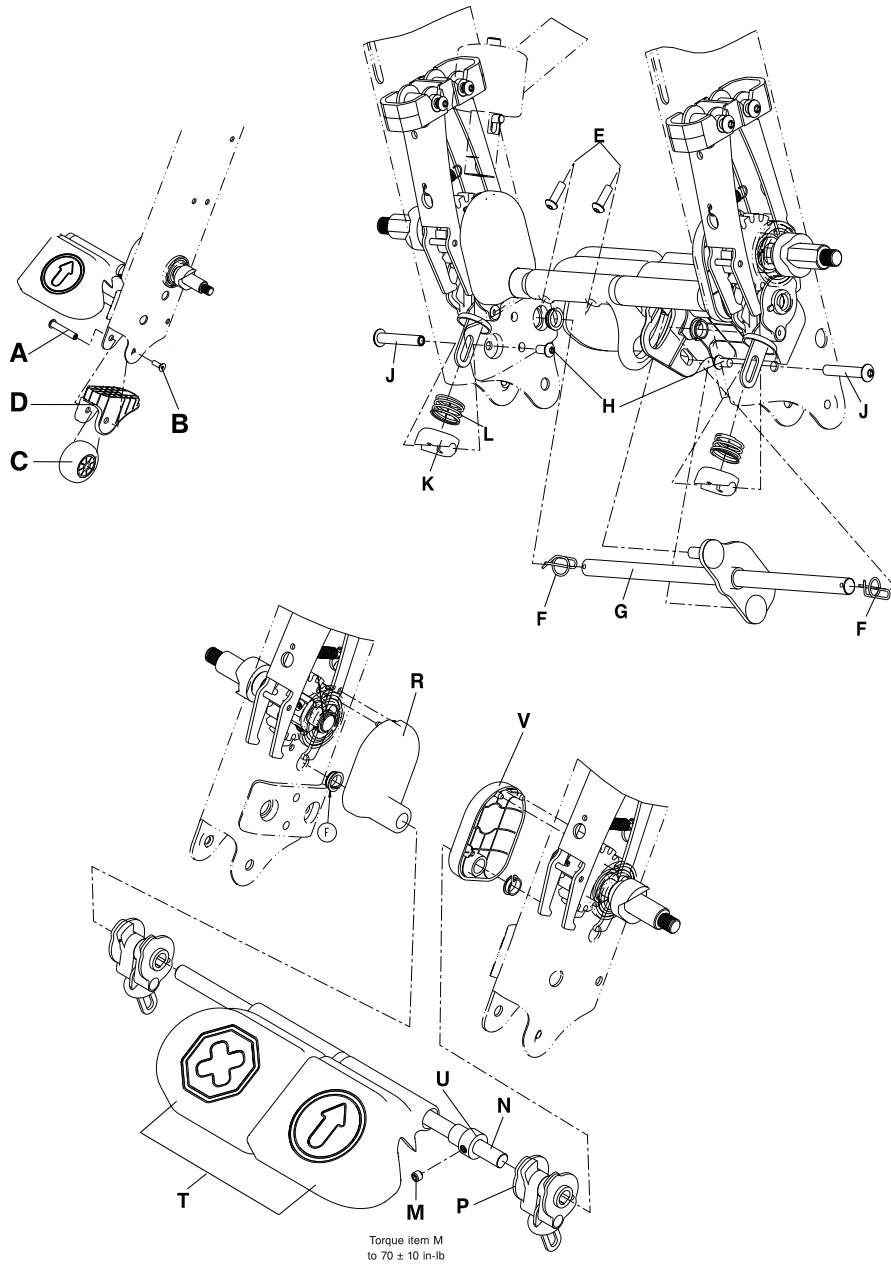

Abbildung 3-29: Austausch der Pedale
3. Mit einem 5/32-Zoll-Sechskantschlüssel und einem 3/16-Zoll-Sechskantschlüssel die Distanzmutter des Kippschutzrads (A) und die Bundkopf-Innensechskantschraube (B) entfernen, mit denen das Kippschutzrad (C) und die untere Rahmenabdeckung (D) am Stuhlrahmen befestigt sind (Abbildung 3-29 auf Seite 3-48). Alle Teile aufheben.
5. Mit einem 5/32-Zoll-Sechskantschlüssel die beiden Linsenkopf-Innensechskantschrauben (E) an der Unterseite des Lösepedals entfernen. Die Schrauben aufheben (Abbildung 3-29 auf Seite 3-48).
6. Mit einer Spitzzange die Federstecker (F) an beiden Enden der Wippstange (G) abnehmen. Die Federstecker aufheben (Abbildung 3-29 auf Seite 3-48). Die Schrauben beim Wiedereinbau mit einem Drehmomentschlüssel mit 3/8-Zoll-Antrieb auf  $70 \pm 10$  in-lb ( $8 \pm 1,1$  Nm) festziehen.
7. Die Wippstange (G) entfernen (Abbildung 3-29 auf Seite 3-48).
8. Mit einem 5/32-Zoll-Sechskantschlüssel und einem 3/16-Zoll-Sechskantschlüssel die Linsenkopf-Innensechskantschraube (H) lösen, mit der das Bremsnocken-Federlager (K) am Stuhlrahmen befestigt ist (Abbildung 3-29 auf Seite 3-48).
- Hinweis:** Die Bremsfinger-Distanzmutter (J) nicht entfernen.
9. Mit der Hand auf das Bremsnocken-Federlager (K) (Abbildung 3-29 auf Seite 3-48) drücken, um die Bremsfinger-Distanzmutter (J) zu entlasten. Die Bremsfinger-Distanzmutter mit Schraube entfernen und aufheben.
10. Das Bremsnocken-Federlager (K) und die Bremsnockenfeder (L) vorsichtig entfernen (Abbildung 3-29 auf Seite 3-48). Das Lager und die Feder aufheben.
12. Mit einem 5/32-Zoll-Sechskantschlüssel den Kragengewindestift (M) entfernen (Abbildung 3-29 auf Seite 3-48). Den Gewindestift aufheben. Den Gewindestift beim Wiedereinbau mit einem Drehmomentschlüssel mit 3/8-Zoll-Antrieb auf  $70 \pm 10$  in-lb ( $8 \pm 1,1$  Nm) festziehen.
13. Die Bremsenquerstange (N) zur aus Sicht des Insassen linken Seite schieben, bis die Stange die Bremsnocken-Baugruppe auf der aus Sicht des Insassen rechten Seite (P) nicht mehr berührt (Abbildung 3-29 auf Seite 3-48). Die Bremsnocken-Baugruppe auf der aus Sicht des Insassen rechten Seite (P) entfernen (Abbildung 3-29 auf Seite 3-48). Die Baugruppe aufheben.
14. Die Bremsenquerstange (N) zur aus Sicht des Insassen rechten Seite schieben und entfernen (Abbildung 3-29 auf Seite 3-48). Die Stange aufheben.
- a. Bei der Demontage der Bremsenquerstange (N) die folgenden Teile in der angegebenen Reihenfolge vorsichtig entfernen (Abbildung 3-29 auf Seite 3-48):
- i. Linke Bremswellenabdeckung (R)
- ii. Bremspedal-Baugruppe (T)
- iii. Kragen (U)
- iv. Rechte Bremswellenabdeckung (V)
**Hinweis:** Die Ausrichtung der Bremsnocken-Baugruppe (P) beachten. Darauf achten, dass die Lasche zur Vorderseite des Stuhls zeigt (Abbildung 3-29 auf Seite 3-48).
- Hinweis:** Beim Wiedereinbau der Bremsnocken-Baugruppe (P) (Abbildung 3-29 auf Seite 3-48) darauf achten, dass die Lasche zur Vorderseite des Stuhls zeigt.